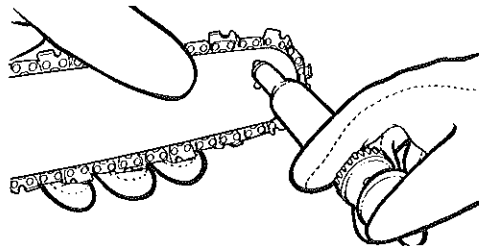

Fig. 37
3. Utilizando la pistola de lubricante (no incluida), inserte la punta de la pistola en el orificio de lubricado e inyecte grasa hasta que aparezca por el otro lado de la rueda dentada (Fig. 37).